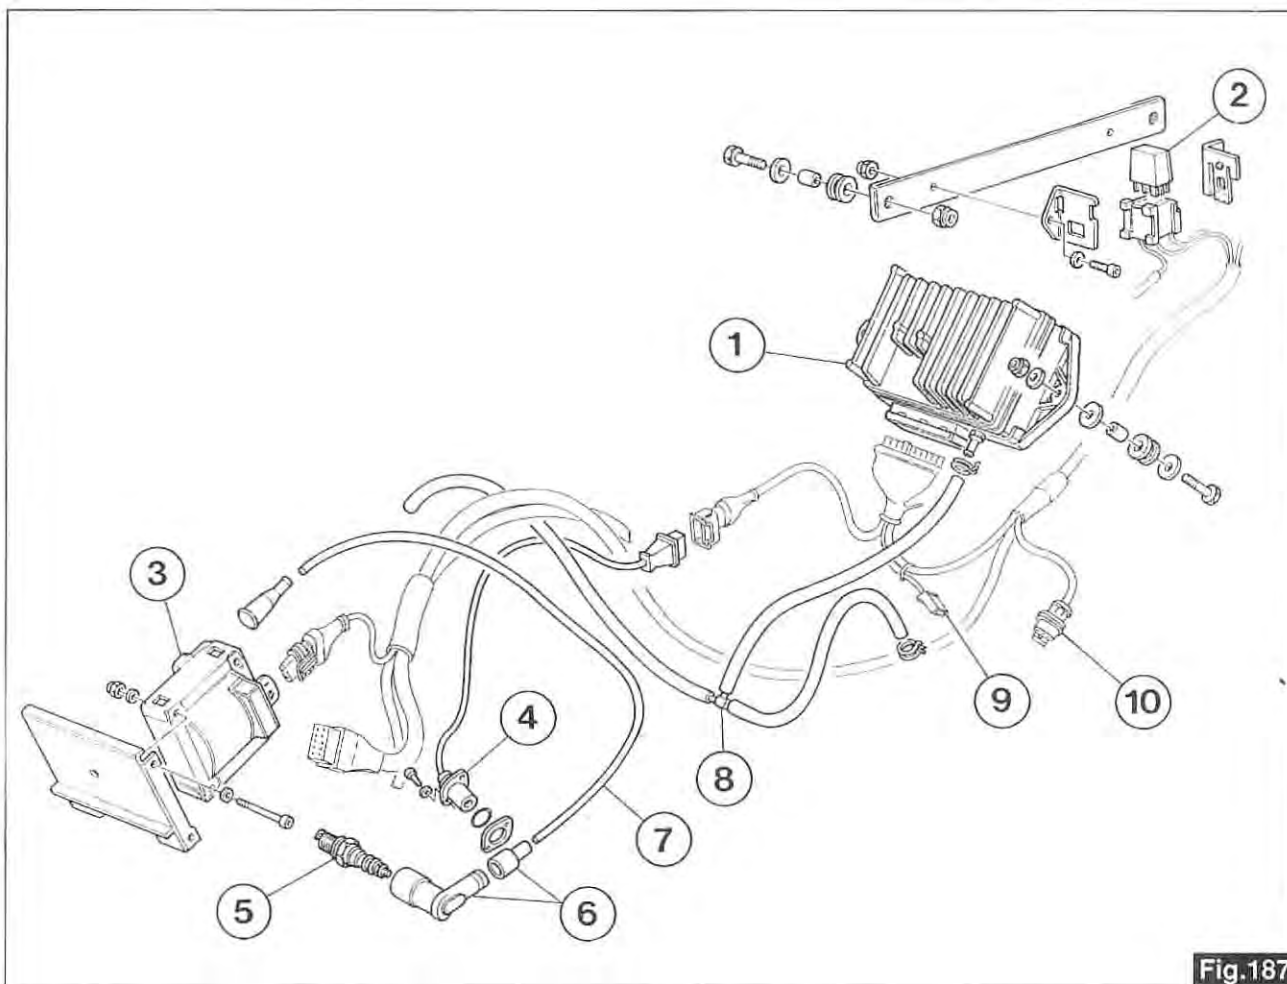

Fig.187
- In caso di necessità è possibile ridurre l'anticipo di 2° collegando il cavo «9» a massa (fig. 187).
- If necessary, it is possible to reduce the spark advance by 2° by connecting cable «9» to ground (Fig. 187).